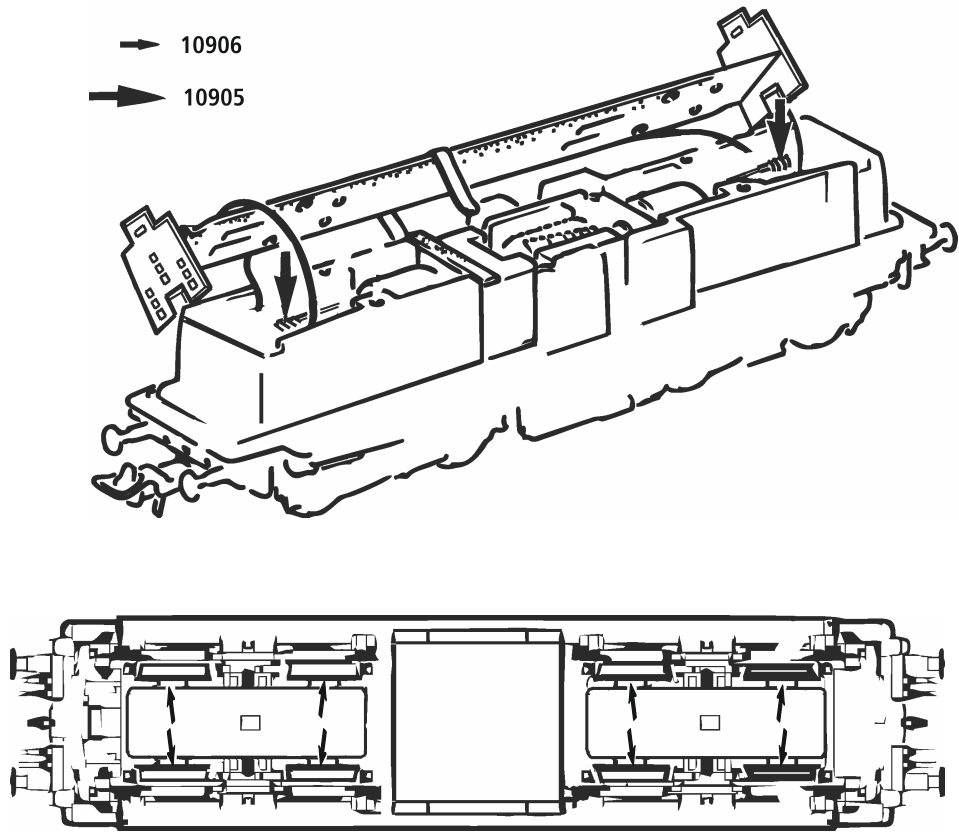

Fig. 6
1. Reinigung der Radstromkontakte: Radstromkontakte können auf unsauberen Schienen leicht verschmutzen. Entfernen Sie vorsichtig mit einem kleinen Pinsel den Schmutz an den in Fig. 6 gekennzeichneten Stellen.
1. Nettoyage des lames de courant aux roues: Les lames de contacts risquent de s'encrasser rapidement sur des voies poussiéreuses. Veuillez **enlever la poussière** aux endroits marqués à la fig. 6 à l'aide d'un petit pinceau.
1. Cleaning of wheel contacts: Wheel contacts easily get dirty on tracks which are not entirely clean. Use a small brush to **remove dirt** from spots marked in fig. 6.